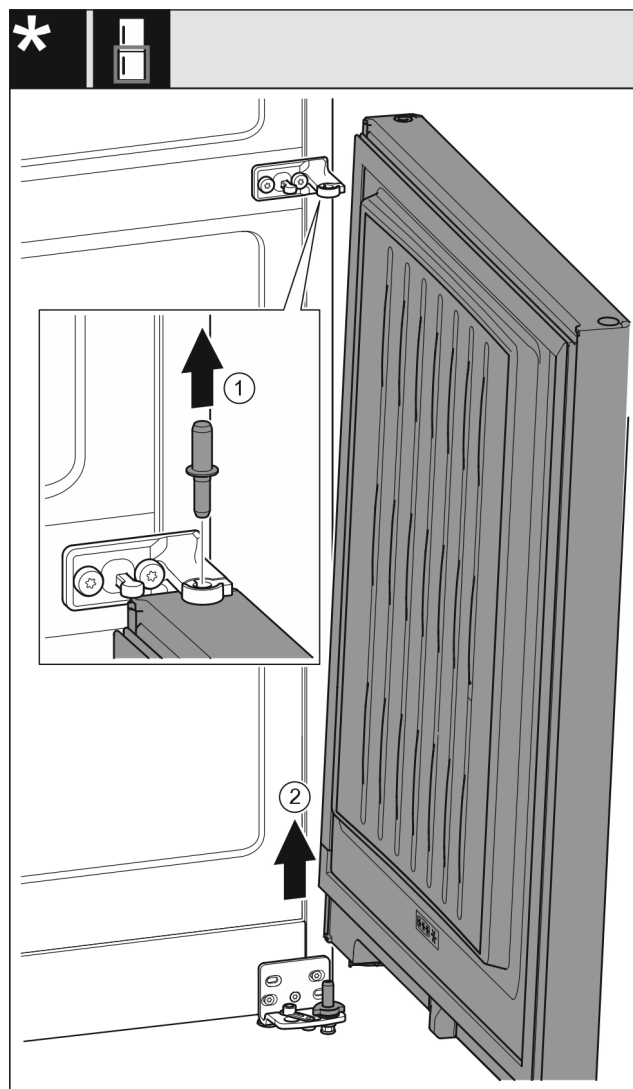

Fig. 29 Bez prigušivača zatvaranja*
- Izvucite svornjak Fig. 29 (1) prema gore.*
- Zakrenite vrata Fig. 29 (2) prema van, povucite ih prema gore i stavite ih na stranu.*